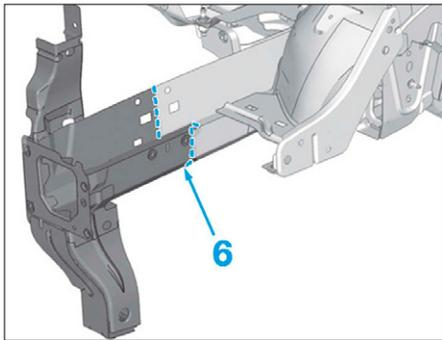

FIG. 8
- Souder par cordon MAG en (6) puis meuler les cordons (Fig.8).